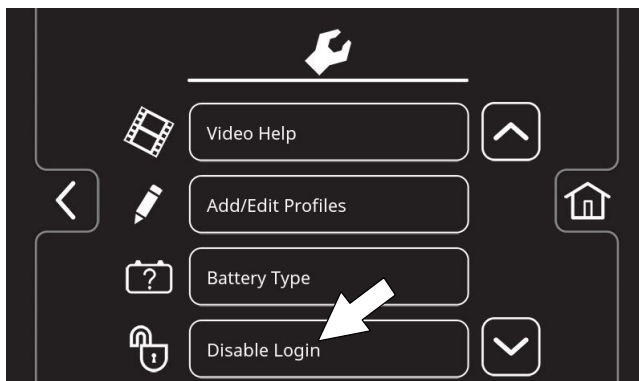

FIG. 184
4. Press the Disable Login button (Figure 184).